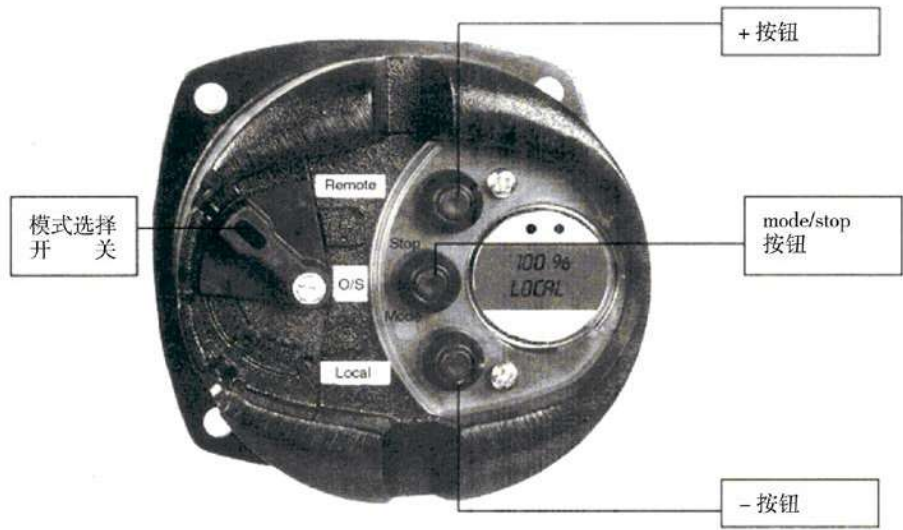

图6 操作面板
- 按钮：包括增加按钮（+）、减少按钮（-）和模式按钮（MODE/STOP），见图6. 当操作面板的罩盖打开后，在CPU板上也有三个按钮开关与上述三个按钮的功能相同，模式选择开关由CPU板左上部的跳线代替，安装罩盖前须将跳线置于O/S位置。
通过本机控制板操作或调整之前，先置模式选择开关于LOCAL位置，见图6。mode/stop键有长按和点按两种操作方式，长按用于进入菜单，点按用于确认或退出菜单。“+”“-”键可用于上下翻动菜单或设置参数的增减，在就地操作或设置阀位零点和满点时可驱动输出轴转动。